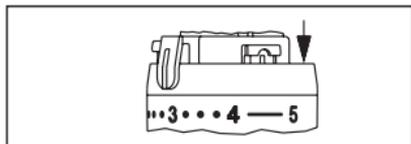

Fig. 9
- Per limitare la posizione di “massima temperatura”, la seconda clip di limitazione dovrà essere inserita nella sede subito dopo alla posizione «4» (Fig. 9).